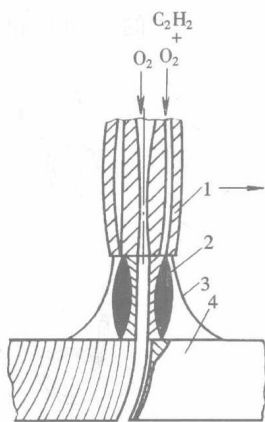

图 1-23 气割过程示意
(1) 气割原理。气割是利用气体火焰的热能将工件待切割处附近预热到一定温度后，喷出高速切割氧流，使割缝处的金属剧烈氧化、燃烧，同时用高压氧把燃烧后产生的氧化物吹掉，使金属分离的方法。气割的过程是预热—燃烧—吹渣过程。气割过程如图 1-23 所示。
(2) 氧气切割条件。用氧气切割金属是有条件的，并不是所有的金属都能用氧气切割。只有符合下列条件的金属才能进行氧气切割。